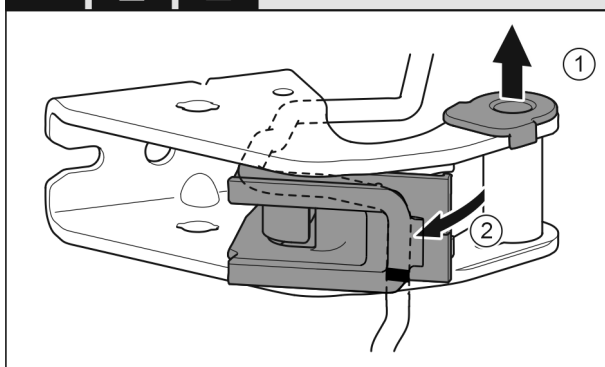

Fig. 26
- ▶ Estrarre la boccola dalla guida. Fig. 26 (1)
- ▶ Ruotare verso l'esterno il supporto cavi. Fig. 26 (2)